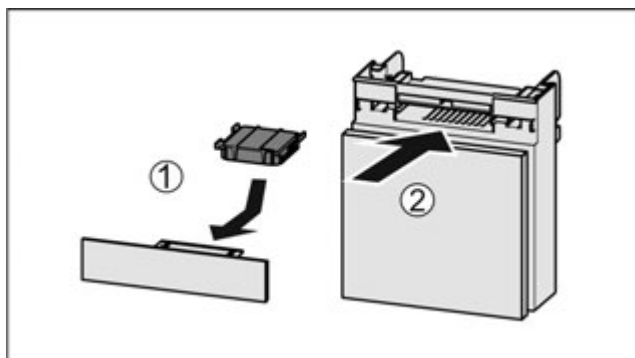

Fig. 43
- ▶ Вставити фільтр з активованого вугілля за малюнком Fig. 43 (1).
- ▶ Вставити відділення Fig. 43 (2).